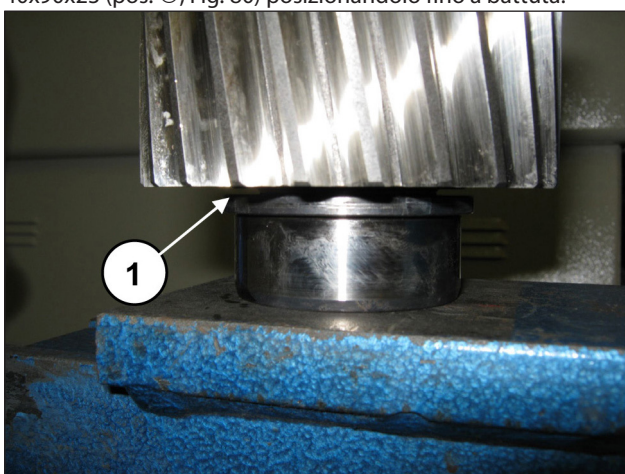

Fig. 80
Premontare sul pignone l'anello interno del cuscinetto 40x90x23 (pos. ①, Fig. 80) posizionandolo fino a battuta.